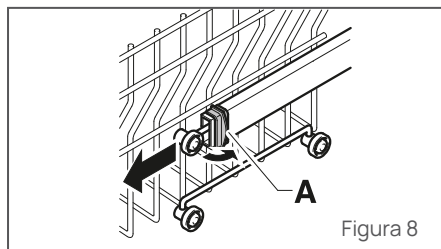

Figura 8
- Gire el cierre anterior "A" hacia el exterior (Figura 8).